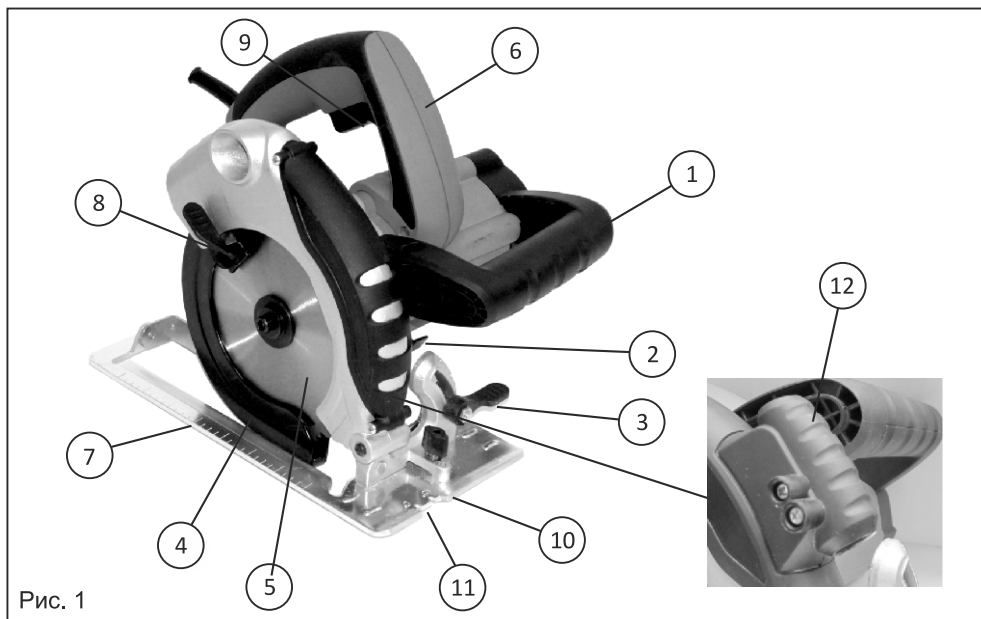

Рис. 1
2. Зафиксировать пильный диск с помощью ручки фиксации диска (поз. 2, рис. 1)
4. Отвести подвижный защитный кожух диска (поз. 4, рис. 1) назад до упора и зафиксировать его
Ослабьте ручку регулировки угла наклона диска (поз. 3, рис. 1). Передвижением опорной платформы установите необходимый угол наклона диска. После регулировки угла наклона диска зафиксируйте ручку регулировки угла наклона диска.
1. Установите пилу (опорную платформу) на пиломатериал и выровняйте положение пильного диска по отношению к линии пропила, пользуясь для этого прорезью для визирования. Если пильный диск не наклонён, совмещайте линию пропила с правой стороной прорези для визирования (рис. 1, поз. 11), при пилении под наклоном (45°) совмещайте линию пропила с левой стороной прорези для визирования (помечена значком "45" на опорной платформе).
Для точного пропила используйте лазерный указатель (поз. 12, рис. 1). Лазерный указатель строит прямую линию пропила, по которой пройдет диск. Лазерный указатель работает от сети 220В. Для включения лазера подключите пилу к электросети и нажмите на кнопку включения лазера, которая находится на корпусе лазерного указателя сзади.